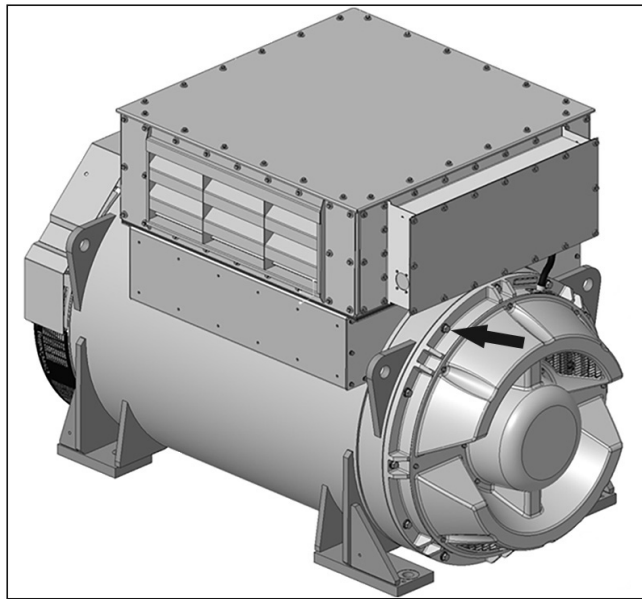

FIGURA 18. ISTRUZIONI PER LA RIMOZIONE E IL MONTAGGIO DEL COPERCHIO DELLA PRESA D'ARIA
1. Rimuovere il coperchio della presa d'aria allentando i 14 bulloni M8 per accedere alle viti di supporto del rotore. Fare riferimento a: Figura 18 a pagina 33.
1. Rimuovere il coperchio della presa d'aria per accedere alle viti di chiusura del supporto del rotore per il transito. Fare riferimento a: Figura 18 a pagina 33.